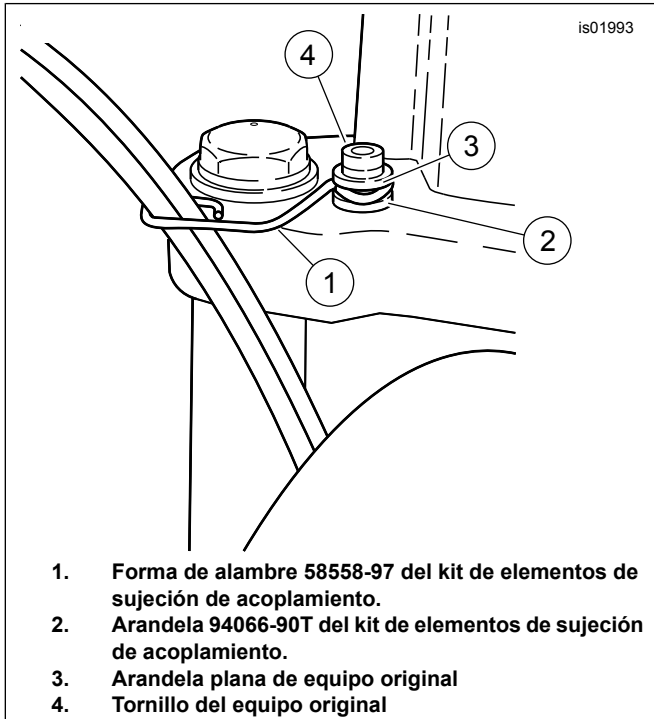

Figura 1. Conexión de los cables del acelerador
3. Vea Figura 1. Use la forma de alambre (1), del kit de elementos de sujeción de acoplamiento, para asegurar los cables del acelerador a la abrazadera de montaje superior, como se muestra. Coloque la arandela cromada (2) del kit entre la forma de alambre y la tuerca de la abrazadera de montaje.